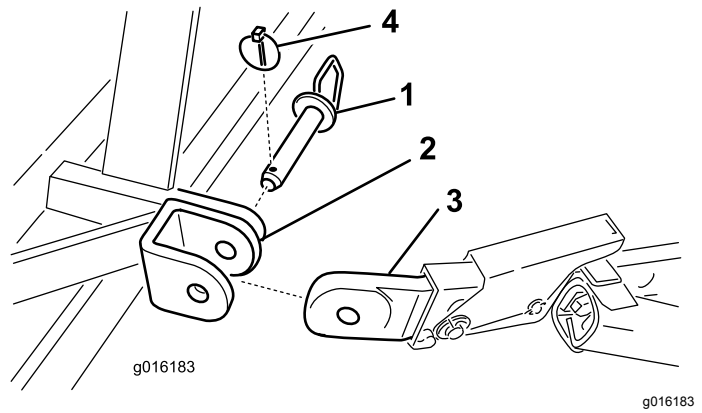

Figure 4
5. Fixez les bras d'attelage inférieurs aux supports de montage de l'aérateur avec les goupilles d'attelage et goupilles à anneau (Figure 4).